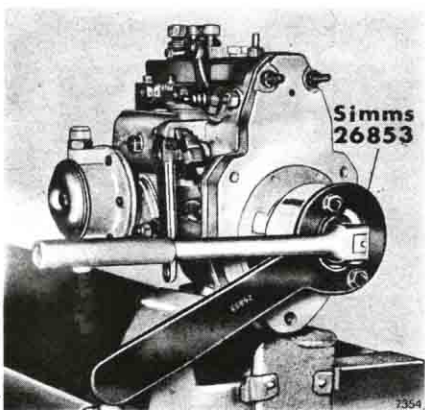
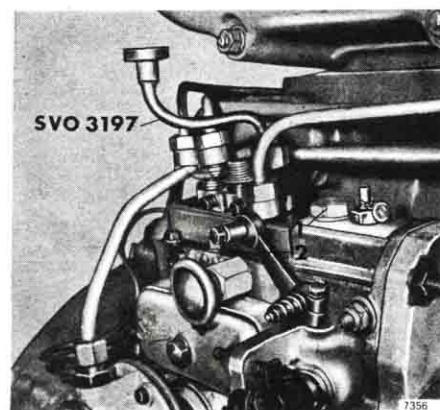

Fig 43. Borttagning av skruv för kopplingsklo.
Fig 46.
4. Flytta över pumpkopplingens kopplingsklo till den nya pumpen, se fig 43 och 44. Dra muttern 6,5 kpm (45 lb.ft.). Ta bort pluggen 1 ovanpå pumpen och fyll ca 2 dl motorolja, se fig 46.
8. Montera inställningsrör SVO 3197 på tryckventilhållaren för 1:a cylindern, och se till att hävarmen 2 för stoppreglaget är i körläge (bakåt), se fig 46. Vrid pumpkopplingen fram och tillbaka tills bränsle sprutar ut ur inställningsröret. Kopplingen vrids med hjälp av en lämplig stålplåt som förs in i kopplingen, se fig 47. Vrid därefter kopplingen bakåt (stålet neråt) så långt det går och vrid åter – mycket försiktigt – fram den igen. Dra fast kopplingen i det läge där inställningsröret just fuktas av bränsle.